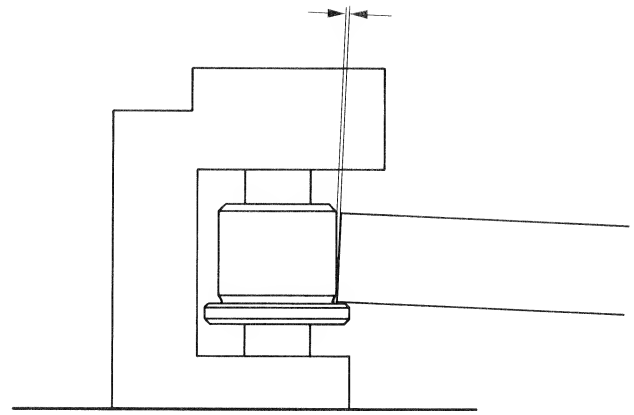

Fig. 3.1.-3
Mit der Schraube ② so justieren, dass sich die Rolle leicht nach hinten neigt. Kontrolle mit dem Schieber 4.100.033 gemäss Fig. 3.1.-3.